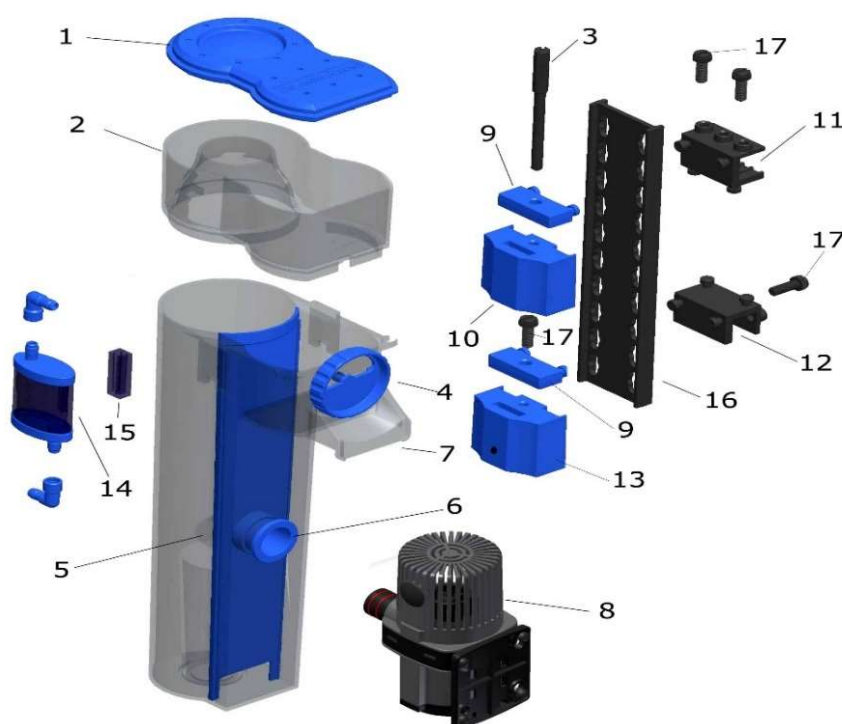
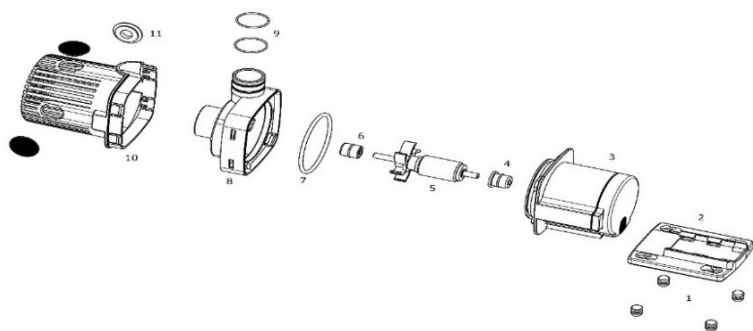

Рис. 1: EVO 500
Рис. 2: Устройство DC Runner 1.3
Насос-диспергатор DC Runner 1.3 приводится в действие электронным трансформатором безопасности AC 110 - 240 В / 50 - 60 Гц с выходным напряжением постоянного тока в 24 В. Потребляемая мощность насоса - 7 Вт, класс защиты - IP X8. Чтобы открыть насос, необходимо удалить крепёжную пластину, повернув затвор корпуса гироскопа (рис. 2, п. 8). **Помпу следует монтировать засасывающей стороной вверх (см. рис. 1), иначе она может заглохнуть.**
Насос-диспергатор EVO 500 забирает воду из аквариума или фильтровальной камеры, автоматически смешивает её с воздухом в корпусе насоса с помощью созданного вакуума и разбивает фирменным ротором с 3D игольчатым колесом от Aqua Medic на мелкие пузырьки. Затем эта водно-воздушная смесь перекачивается в реакционную трубу скиммера, где органические вещества на пузырьках пены собираются в чаше для пены. Очищенная вода течет вверх из скиммера в желоб (рис. 1, п. 7) и обратно в аквариум или резервуар фильтра.
Сначала флотатор собирается в соответствии с рис. 1. Он может быть легко прикреплен к держателю на аквариумном стекле или к стеклянной фигурной скобе. Они должны быть легкодоступны, и находиться в защищенном месте - сбоку или сзади. Насос вставляется в штуцер (6) скиммера, кабельные точки располагаются внизу, воздушный шланг идет вверх к звукопоглотителю (14). Звукопоглотитель монтируется с помощью кронштейна (15) к чаше пеноотделителя (2) или аквариумному стеклу. Для этого снимите защитную пленку с клейкой ленты. Поверхность склеивания должна быть чистой и обезжиренной.